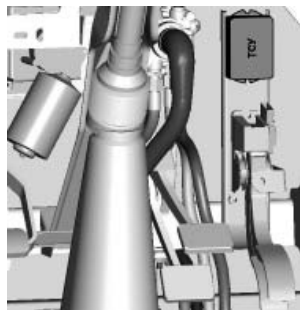

Рис. 3.6. Расположение транспортно-сигнального устройства (ТСУ)
**9 - транспортно-сигнальное устройство (рис. 3.6);**
На рис. 3.6 изображено транспортно-сигнальное устройство (ТСУ) которое срабатывает: